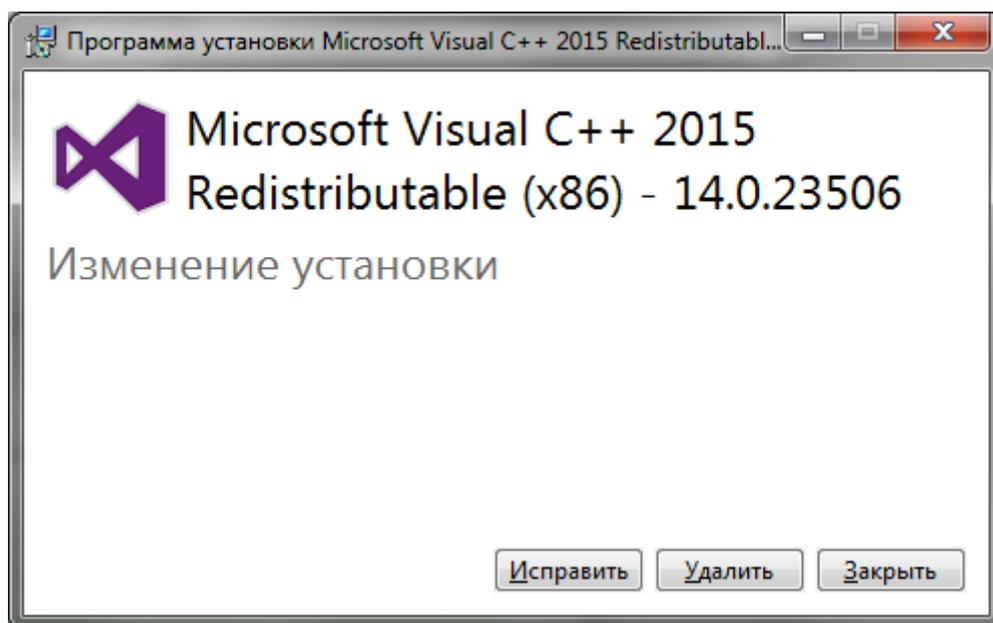

Рисунок 3.12 – Окно программы установки «**Microsoft Visual C++ 2015 Redistributable (x86)**»
**Примечание.** При повторной установке редактора переустановка компонента не требуется. В окне программы установки **«Microsoft Visual C++ 2015 Redistributable (x86)»** нужно нажать кнопку **«Закреть»** (Рисунок 3.12).